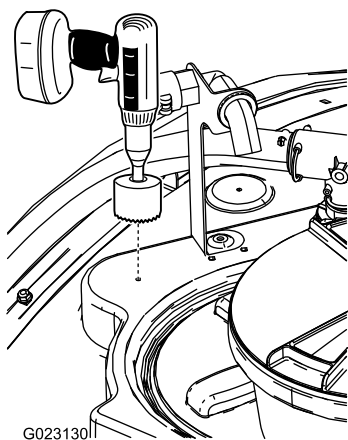

Figure 15
1. Localisez l'emplacement avant sur le haut de la cuve, comme montré à la Figure 15.
2. Utilisez une scie cylindrique de 9 cm pour percer un trou à l'emplacement indiqué par le repère (Figure 15).